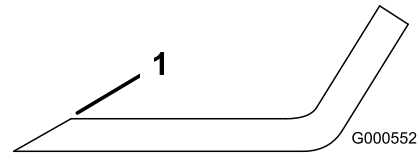

Figura 76
**Nota:** Si la cuchilla no está equilibrada, rebaje algo el metal en la parte de la vela solamente con una lima (Figura 76).
1. Utilice una lima para afilar el filo de corte en ambos extremos de la cuchilla (Figura 76).